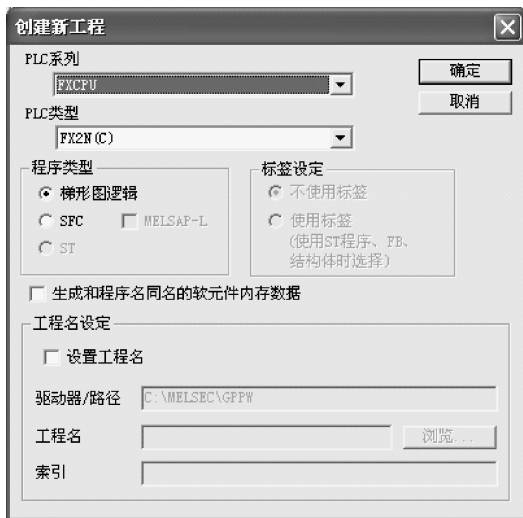
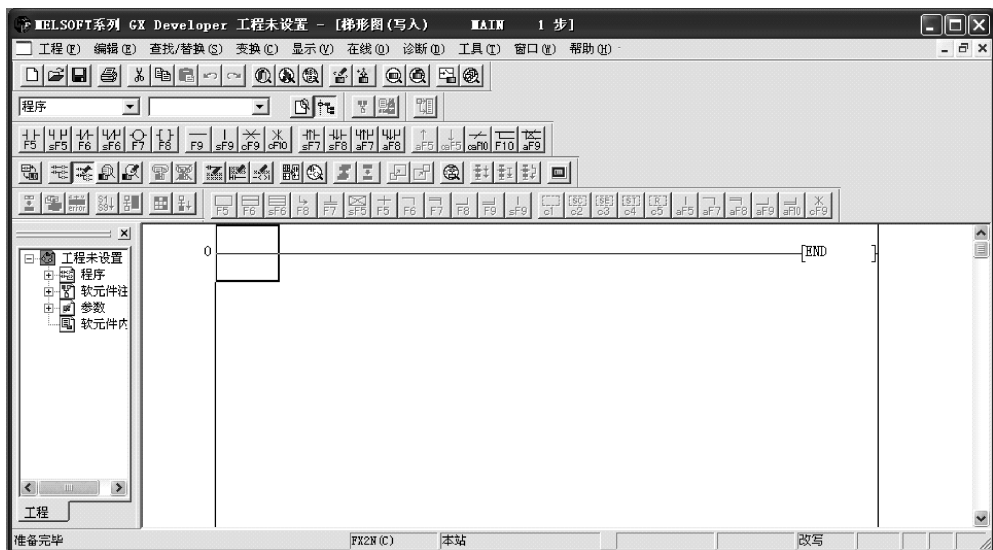

图 2-25 创建新工程对话框
图 2-26 编辑窗口
在图 2-24 的 GX Developer 窗口中, 选择“工程”→“创建新工程”菜单命令, 或者按“Ctrl”+“N”键操作, 在出现的创建新工程对话框的 PLC 系列中选择“FXCPU”, PLC 类型选择“FX2N (C)”, 程序类型选择“梯形图逻辑”, 如图 2-25 所示。单击“确定”按钮, 可显示如图 2-26 所示的编程窗口; 如果单击“取消”按钮, 则不建新工程。
提示: 在创建工程名时, 一定要弄清图 2-25 中各选项的内容: